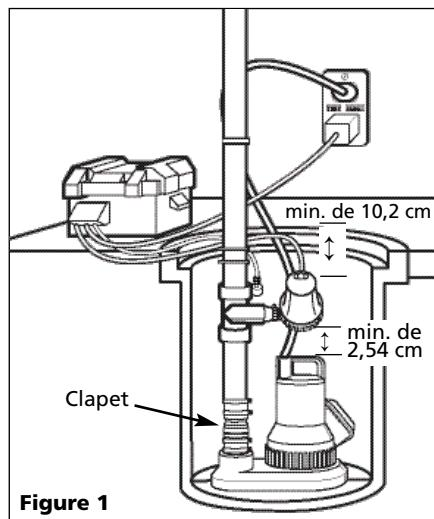

Figure 1
AVERTISSEMENT Un clapet doit être utilisé sur le décharge de la pompe de puisard principale (voir Figure 1).
- Installer la pompe en utilisant de la tuyauterie rigide CPV 1 1/4 po ou 1 1/2 po. Un clapet (pas compris) doit être installé entre le T du modèle ESP et la pompe principale (voir Figure 1).
- Mesurer et couper le tuyau de décharge afin que la pompe de sauvegarde soit un minimum de 1 pouce au dessus de la pompe principale. Ceci permettra la pompe principale de fonctionner normalement (voir Figure 1).